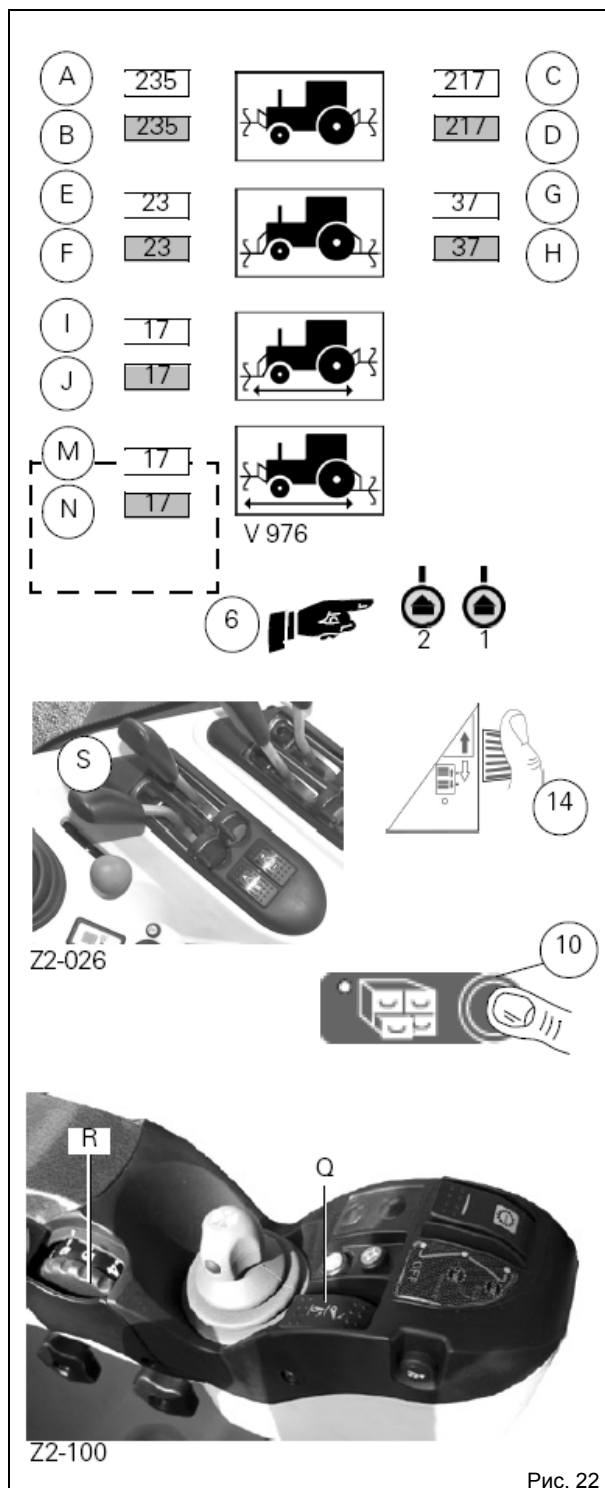

Рис. 22
(Рис. 22: пример для переднего и заднего плуга).
7.6.3 Настройки (рис. 22)